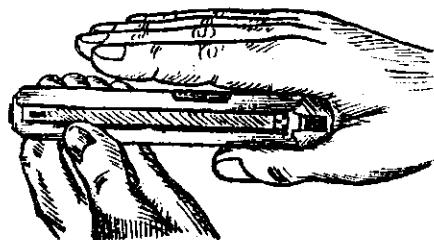
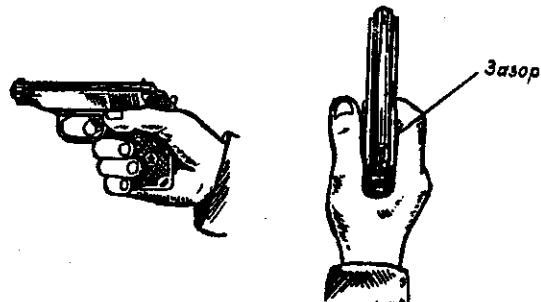

Рис. 12. Расположение рукоятки пистолета в кисти
Рис. 13. Правильное положение пистолета в руке
лучше стоя лицом к цели, держа пистолет за рамку левой рукой (рис. 12).
1. **Расположение рукоятки пистолета в кисти.** Рукоятка пистолета помещается в "вилке, образуемой большим и указательным пальцами (рис. 12). Тыльная часть рукоятки упирается в мякоть основания большого пальца. Большой палец вытянут вдоль левой стороны рамки пистолета, примерно, параллельно направлению ствола, указательный — своим первым суставом накладывается на хвост спускового крючка между серединой и сгиба, а остальная часть пальца не должна касаться боковой поверхности пистолета, то есть между правой стороной рамки пистолета и указательным пальцем должен быть зазор (рис. 13). Такое положение указательного пальца лучше всего обеспечивает давление на спусковой крючок прямо назад, не вызывая смещения пистолета, наведенного в цель.